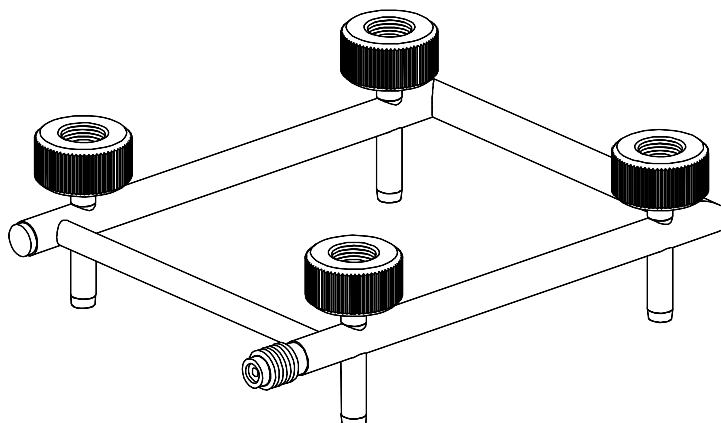

Рисунок 2.10
- Гребенка (рисунок 2.10) – предназначена для штуцерного подключения 4-х датчиков с внешней резьбой M20x1,5.